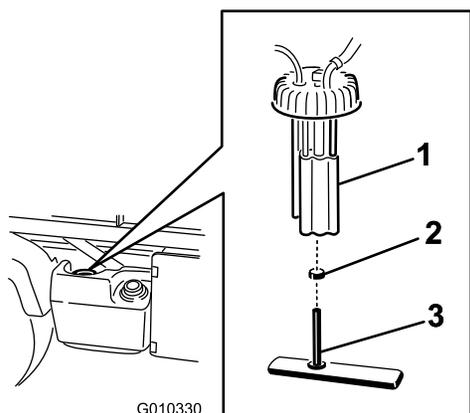

Рисунок 38
2. Отсоедините разъемы жгута проводов от топливного насоса (Рисунок 38).
3. Ослабьте зажим шланга и отсоедините топливный трубопровод от крышки топливного насоса (Рисунок 38).
4. Снимите крышку топливного насоса с верхней части топливного бака (Рисунок 38).
5. Извлеките из топливного бака узел топливного насоса и топливный фильтр (Рисунок 38).
7. Отсоедините шланг от штуцера (Рисунок 38).